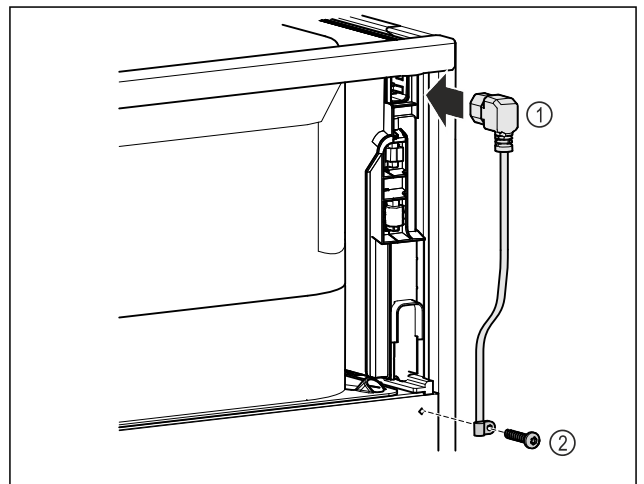

Fig. 13
► Futni spinën e pajisjes ftohëse të kordonit të lidhjes elektrike Fig. 13 (1) në pjesën e pasme të pajisjes.
► Montoni fiksesin e kabllot. Fig. 13 (2)